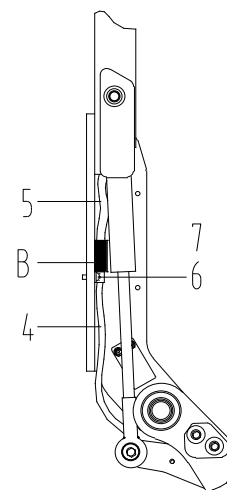

Figura 3
- Tal y como se muestra en la figura 3, alinee bien el cuerpo de la transpaleta (4) con el manillar (5). Sujételos bien con las abrazaderas (6) y los tornillos (7).